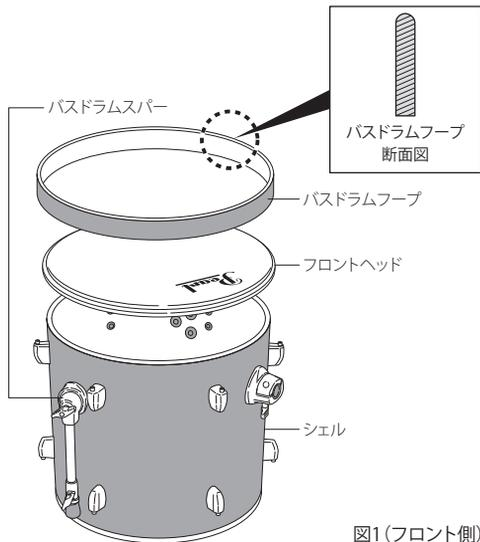

図1 (フロント側)
1. シェルをフロント側（バスドラムスパーの付いている方）を上にして床に置き、Pearlロゴのあるフロントヘッドをかぶせ、バスドラムフープを平らな方を下にしてのせます（図1）。